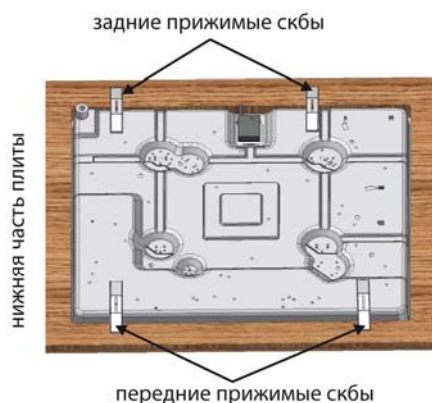

Рис. 8
5. Варочную поверхность закрепить в столешнице четырьмя прижимными скобами (рис. 8 и 9), входящими в комплект поставки.